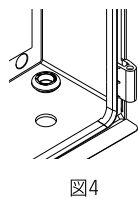

図4
②グロメットはボックスの内側から取付けてください。取付の方法、寸法については表1、図4、5を参照してください。